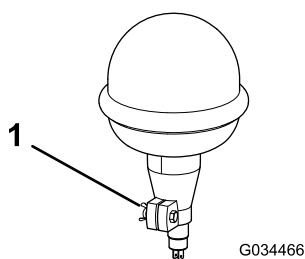

Figure 5
4. Desserrez l'écrou à oreilles sur le gyrophare (Figure 5).